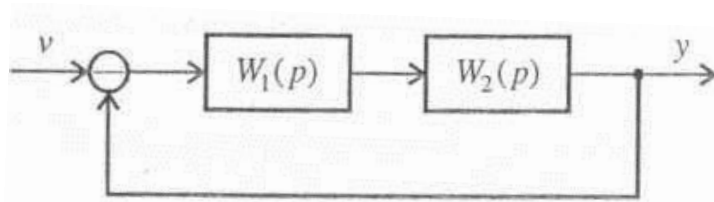

Рис.8.10. Структурная схема системы к задаче 2
8. С помощью критерия Михайлова проверить устойчивость системы (см. рис.8.10.), если  $W_1(p) = \frac{10}{p}$ ,  $W_2(p) = \frac{1}{2p^2 + 3p + 1}$ .
12. С помощью критерия Найквиста проверить устойчивость системы (см. рис.8.10.), если  $W_1(p) = \frac{15}{4p+1}$ ,  $W_2(p) = \frac{2}{3p^2+p+1}$ .
**16.** С помощью критерия Гурвица определить значение  $T_{гр}$  для системы (см. рис. 8.10), если  $W_1(p) = \frac{1}{Tp+1}$ ,  $W_2(p) = \frac{2,5}{0,5p^2 + 0,2p + 1}$ .
**18.** С помощью критерия Михайлова определить значение  $d_{гр}$  для системы (см. рис.8.10), если  $W_1(p) = \frac{15}{2p+1}$ ,  $W_2(p) = \frac{2}{0,25p^2 + dp + 1}$ .
**20.** С помощью критерия Найквиста определить значение  $T_{гр}$  для системы (см. рис.8.10.), если  $W_1(p) = \frac{5}{Tp+1}$ ,  $W_2(p) = \frac{1}{p(4p+1)}$ .